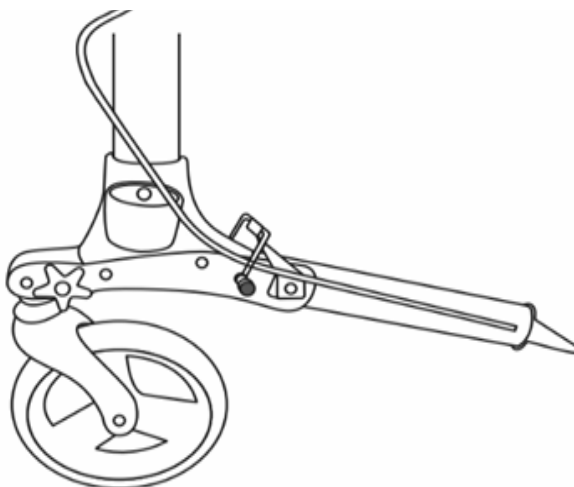

ABBILDUNG 3
SCHRITT 3: Klappen Sie die hinteren Beine wie in Abbildung 3 gezeigt aus und befestigen Sie sie mit den sternförmigen Einstellknöpfen. Stellen Sie sicher, dass die Flügelmutter durch das Loch im Bein und in die Rahmenmutter geschraubt ist. Prüfen Sie, ob die Schrauben an den Beinknöpfen der hinteren Beine fest angezogen sind.